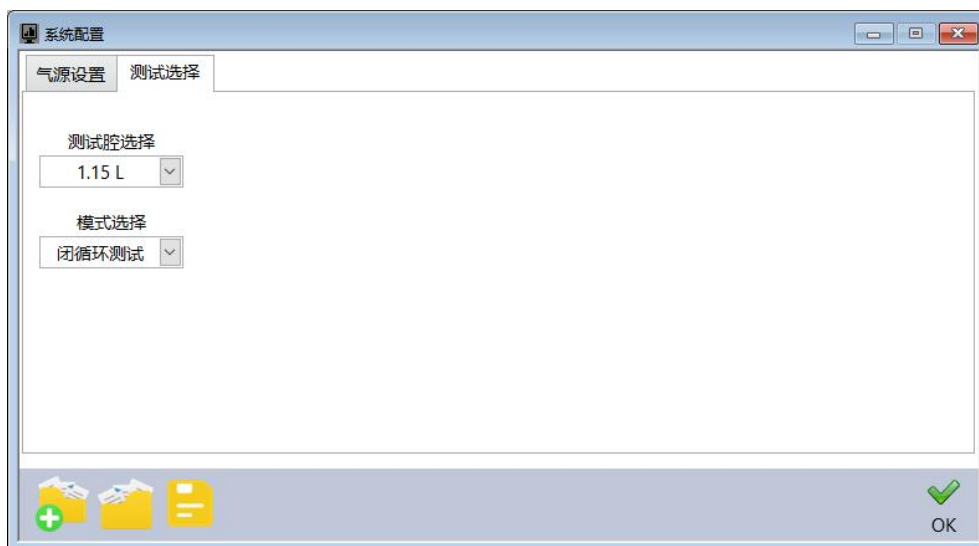

图 4
1.5 点击“测试选择”选项卡（图 4）选择测试腔尺寸及测试模式（闭循环测试）。
2.1 设置完成之后，点击图 4 右下角“OK”键，进入测试参数设定界面，如图 5 所示。